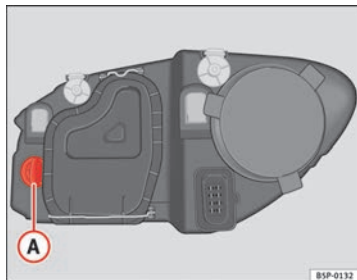

Fig. 185 Lámpara luz intermitente
- Gire el portalámparas ⇒ fig. 185 **A** a la izquierda y tirar.